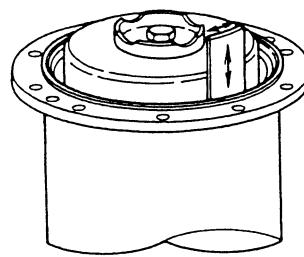

图 3-11
(3) 用一块软板将杯状的膜片折叠装入外壳，同时注意不要刮伤膜片。（参照图 3-11。）